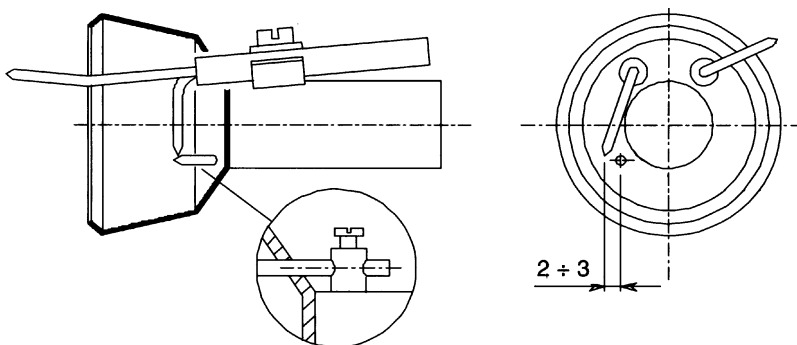

Fig. 27
- Esame elettrodi di accensione, pulizia, eventuale registrazione e, se necessario, sostituzione (vedi Fig. 27);
- Esame elettrodo di rivelazione, pulizia, eventuale registrazione e, se necessario sostituzione (vedi Fig. 27).
Al fine di garantire una buona accensione è necessario che siano rispettate le misure indicate in Fig. 27.